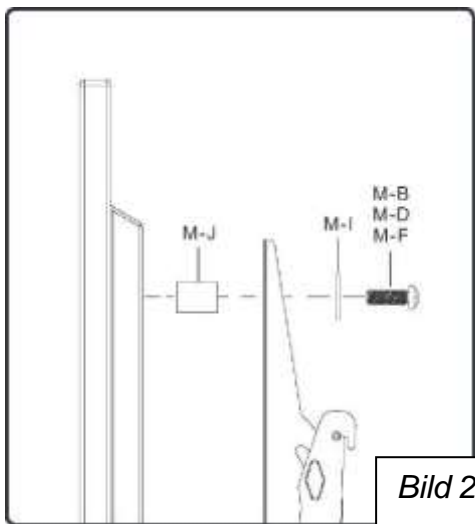
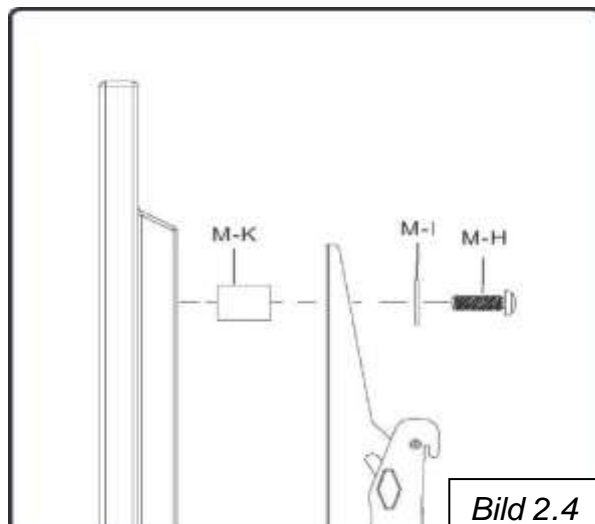

Bild 2.3
Bild 2.4
Die Tragarme am TV mit Hilfe der mitgelieferten Schrauben und Distanzunterlegscheiben wie auf der Zeichnung Bild 2.2., Bild 2.3, Bild 2.4. anbringen.
- Bild 2.3 und 2.4